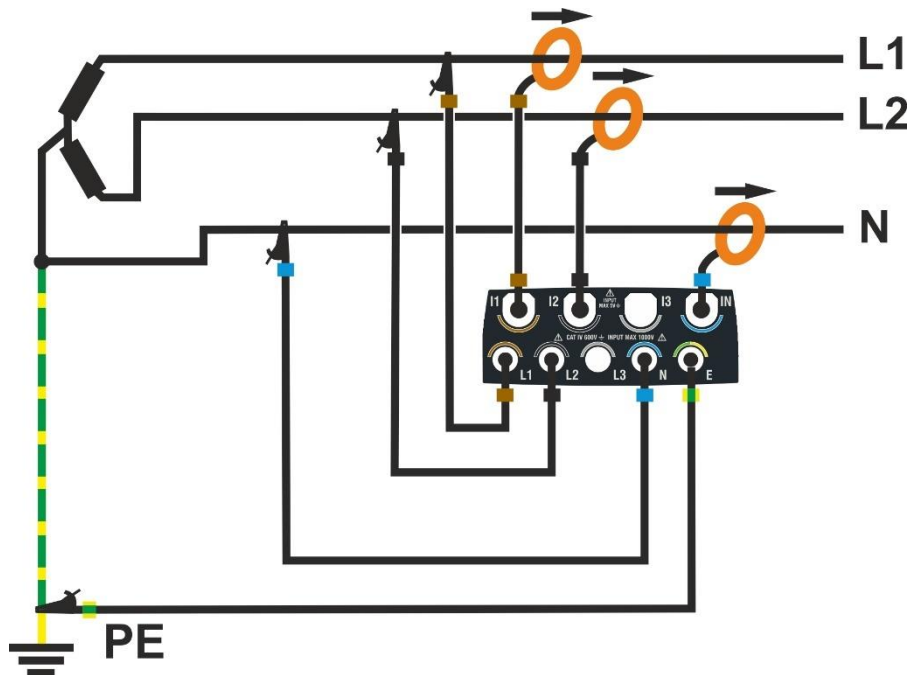

Abb. 69: Anschluss des Instrumentes in einem dreiphasigen 4-Leiter-System 3Ph E
2. Verbinden Sie die Messleitungen mit den Leitern L1, L2, N und PE wie in Abb. 69 gezeigt